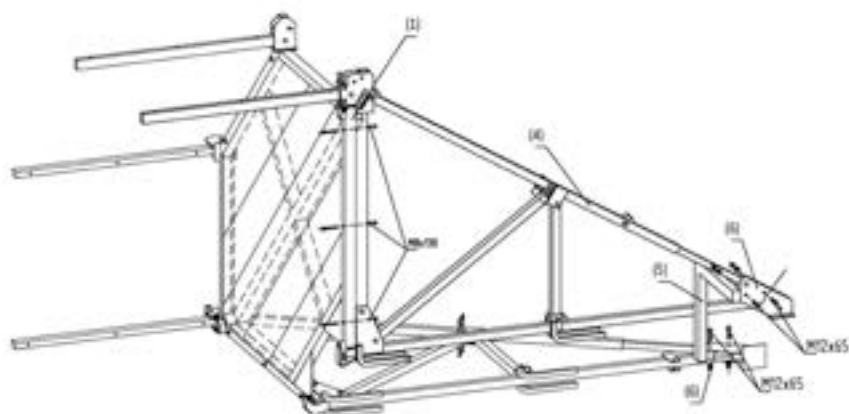

Bild 4.2.4
- 4 Die zweite Klappkonsole (4) ebenfalls montieren. Klappkonsole am seitlichen Randprofil des Eckrostes (1) mit je 3 Schrauben M8x130 befestigen. Die Fußknotenpunkte der beiden Klappkonsolen mit dem Kupplungsstück (5) verbinden. Hierzu ist das Kupplungsstück mit den beiden Einschubenden (Quadratrohr 40x40) zwischen die Fußknotenbleche (6) der Klappkonsolen zu stecken und mit je 2 Schrauben M12x65 pro Konsole zu sichern (Bild 4.2.4).